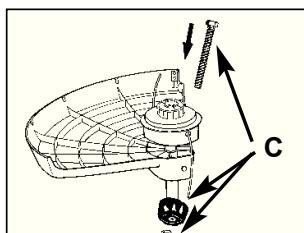

рис. 1B
3. Вставьте винт, наверните гайку (C) и надежно затяните (рис. 1B).